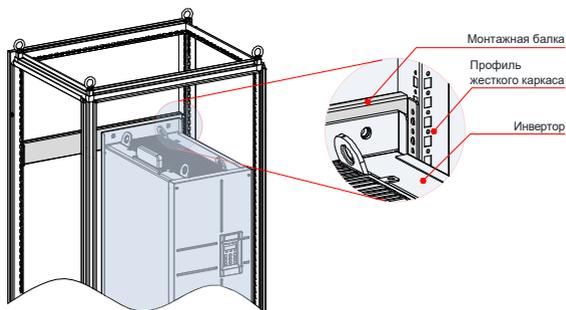

Рис. 3-16 Изометрический вид шкафа 200–450 кВт
- 2) При установке инвертора переменного тока CS710-4T200G(-L) – CS710-4T450G(-L) в алюминиевый шкаф с жестким каркасом глубиной 600 мм крепежную балку необходимо сложить внутрь, чтобы обеспечить больше свободного пространства для инвертора, как показано на рис. 3-16. Такие действия не требуются при установке инвертора в шкаф глубиной 800 мм или более.